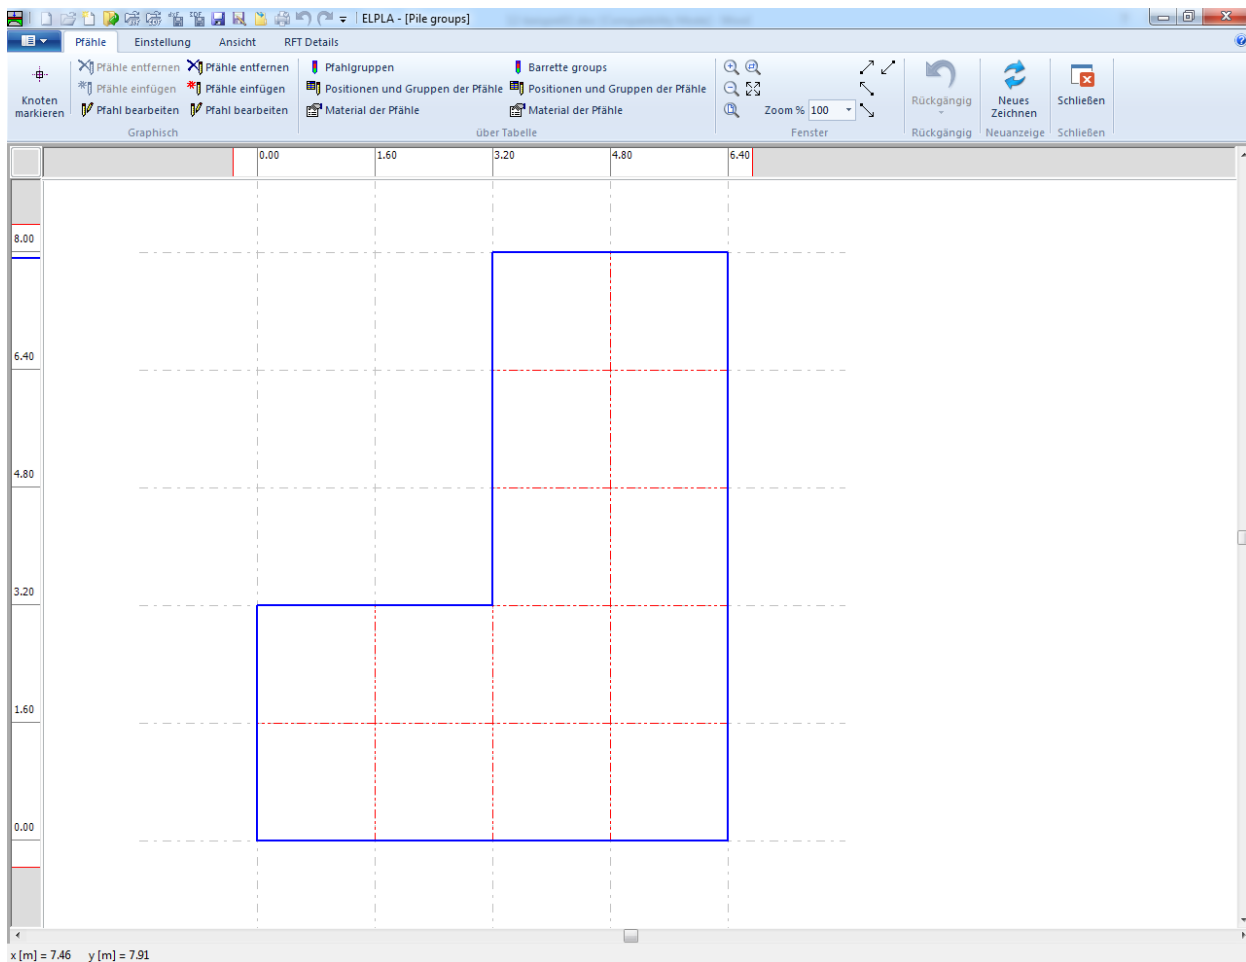
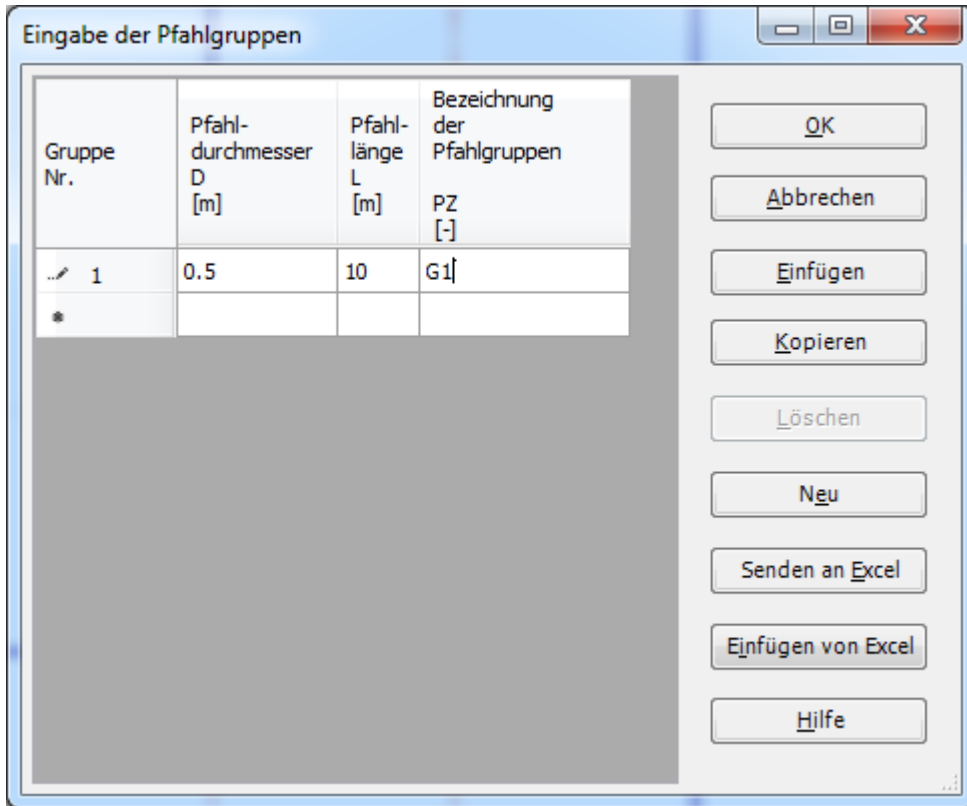
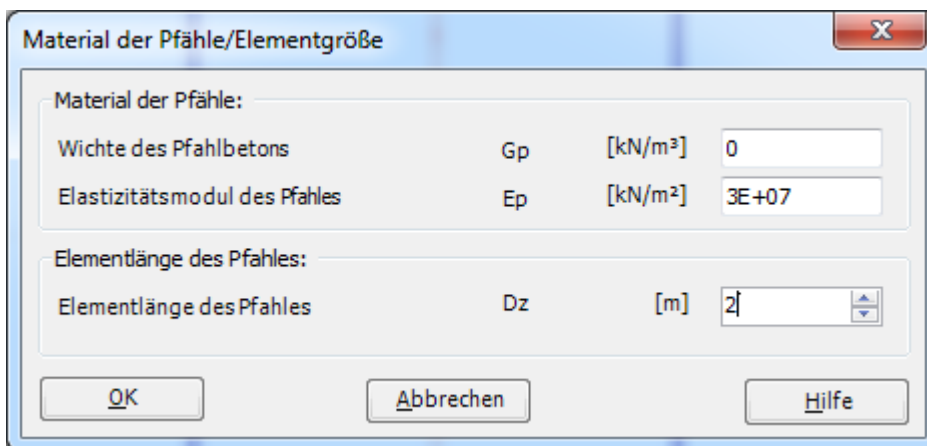

Bild 11.15 "Pfähle" Fenster
Bild 11.16 Eingabe der Pfahlgruppen
Bild 11.17 Dialogbox "Material der Pfähle"
- Das folgende Fenster im Bild 11.15 erscheint
Um die Pfahlgruppen mit gleichen Pfahldurchmessern und Pfahllängen einzugeben, wählen Sie "Pfahlgruppen" aus dem Menü "über Tabelle" im Fenster von Bild 11.15. Das folgende Listenfeld im Bild 11.16 erscheint, um Pfahldurchmesser und Pfahllängen zu definieren.
Um das Material der Pfähle einzugeben, wählen Sie "Material der Pfähle" aus dem Menü "über Tabelle" im Fenster von Bild 11.15. Die Dialogbox im Bild 11.17 erscheint.
- Wählen Sie "Knoten markieren" aus dem Menü "Graphisch" im Fenster von Bild 11.15